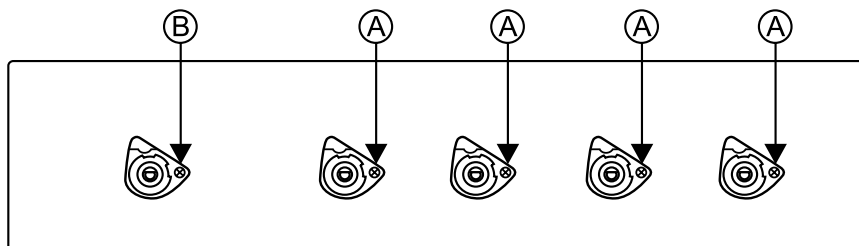

Fig. 11
- tourner la vis de réglage „A” (fig. 11 et 12) et observer la flamme du brûleur, déterminer la hauteur de la flamme de telle sorte à ce que un léger courant d’air ou le changement du type de flamme vers la flamme économique ne puisse l’éteindre,
Dans toutes les cuisinières, après le passage au gaz liquide il est nécessaire de tourner au maximum vers la droite la vis de réglage B (Fig. 11 et 12).